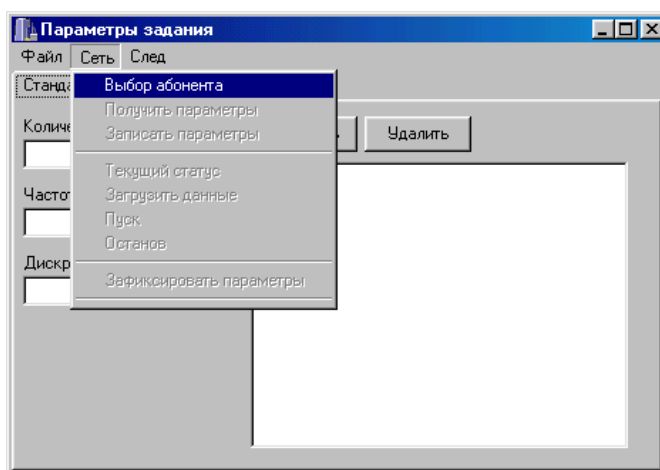
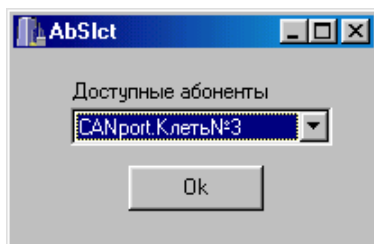

Рис. 2.13 Окно программы «След»
Рис. 2.14 Меню выбора абонента
2.5.1 Программа предназначена для управления чтением/анализом «следа». Из этой же программы запускается программа-анализатор «следа», а также осуществляется загрузка «Следа» в ручном режиме. Вид окна программы «След» представлен на рис. 2.13.
2.5.3.1 Выбирается абонент, с которого будет загружен «след» с помощью команды «Сеть, Выбор абонента» (см. рис. 2.13). Это приведет к выводу меню, изображенного на рис. 2.14.